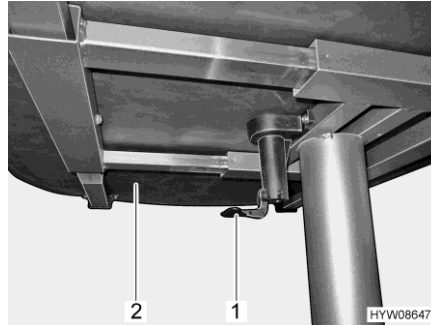

Bild 43 Spak för förskjutning av bordsskivan
- Dra eller tryck spaken (Bild 43,1) nedåt.
- Skjut bordsskivan (Bild 43,2) till önskad position.